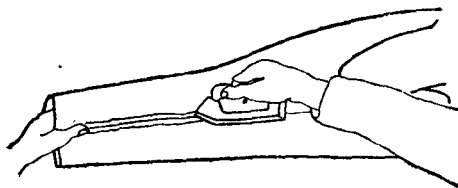

图 1-5 辅助性整理
(1) 熨斗的走向 在熨烫时，熨斗应不间断地在衣片上移动，不能长时间停留，但又不能无规则地推来推去，否则不但达不到熨烫效果，还会弄乱衣料的经纬丝缕。按照服装式样和体型上的要求，除了某些部位要烫平外，不少部位实际上不需要烫平。而要带有立体形状，在熨烫时需要借助在衣片下面所垫的某些辅助工具，与此同时，熨斗该从那里烫下去，按照什么样的走向推移前进，什么地方该用熨斗的平面，前部、后部、侧面或全部等都应细心研究。同时还要注意熨斗在使用时的轻、重、快、慢的配合，不拿熨斗的那一只手，要随着熨斗的走向、原料的丝缕、顺势配合。对服装的某些部位作拨开或归拢等辅助性的整理(如图1-5)，达到塑造出服装应有的立体造型。